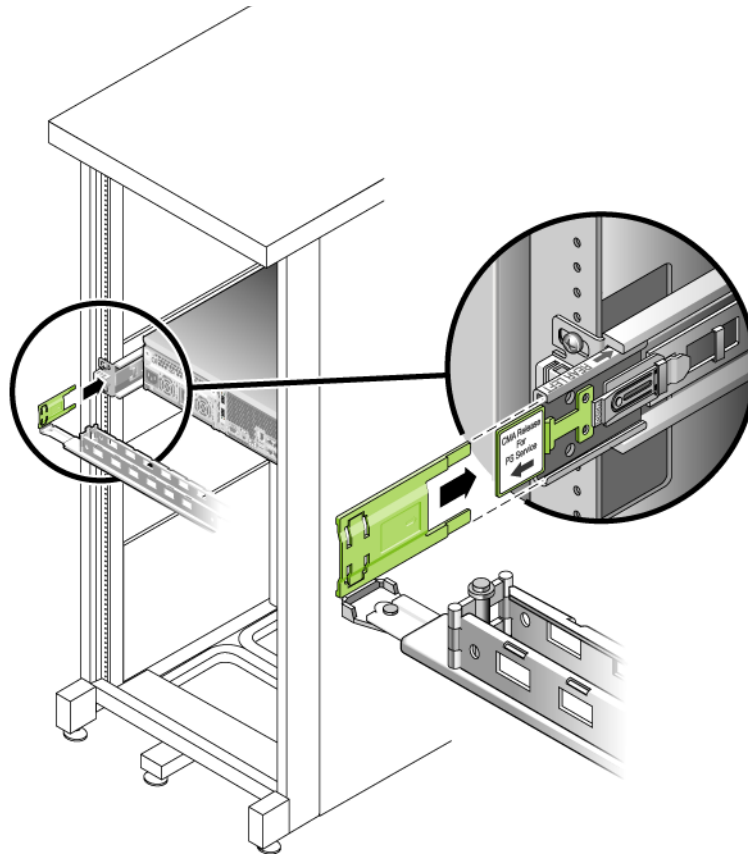

FIGURE 2-22 Montage du côté gauche du rail coulissant
4. Insérez le connecteur en plastique à charnières sur la gauche du CMA complètement dans l'extension de rail du CMA (FIGURE 2-22).